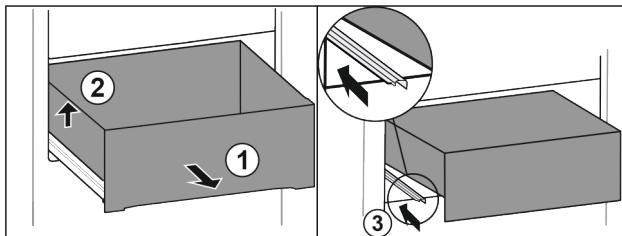

Fig. 88
- Scoateți sertarul până la opritor. Fig. 88 (1)
- Ridicați sertarul din stânga. Fig. 88 (2)
- Inserați şina din stânga. Fig. 88 (3)